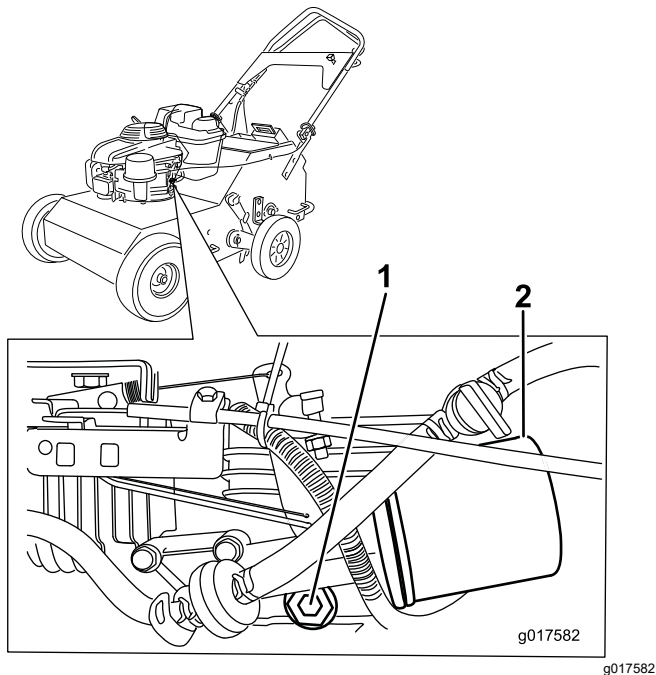

Figura 21
6. Retire el tapón de vaciado (Figura 21) e incline la máquina hasta que el aceite fluya hasta el recipiente.
2. Coloque un trapo debajo del filtro de aceite (Figura 21) para recoger cualquier aceite que se salga mientras retira el filtro.